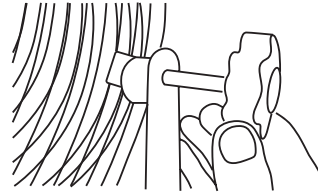

Рис. 1.
1. Совместите отверстие для винта на боковой стороне барабана вентилятора с резиновым кольцом и отверстием на опорной раме, затем вставьте фиксатор, чтобы затянуть их. Повторите ту же операцию с другой стороны барабана вентилятора (рис. 1).